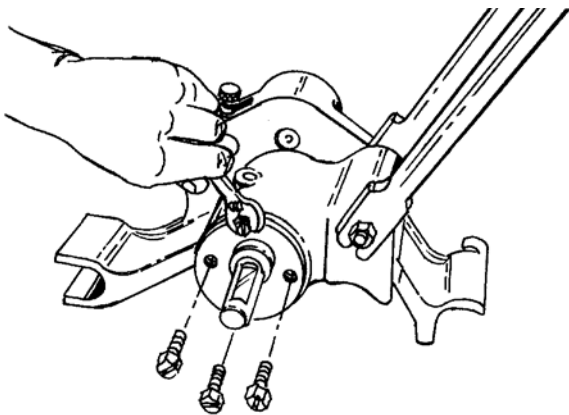

Figure 17 – Dépose de la plaque de retenue
1. Enlever les quatre boulons qui servent à fixer la plaque de retenue du palier arrière, puis retirer la plaque (Figure 17).